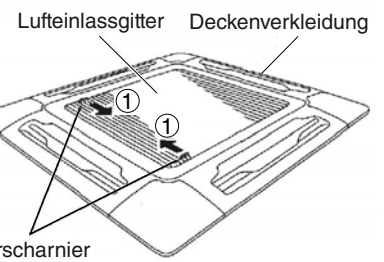

Abb. 9-26
- b) Die Sperrklinken des Lufteinlassgitters in Pfeilrichtung ① schieben, um das Gitter öffnen zu können. (Abb. 9-26)